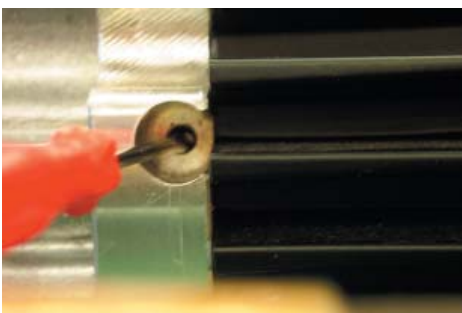

Ilustración 10
6. Gire el tornillo de ajuste hacia la izquierda para reducir (a la derecha para aumentar) la velocidad del motor. El tornillo no tiene topes y tienen un recorrido total de 15 vueltas. La velocidad mínima del motor es de 170 rpm. (Divida esta velocidad por la razón de engranajes para obtener la velocidad de la bomba). Vea la Ilustración 10.